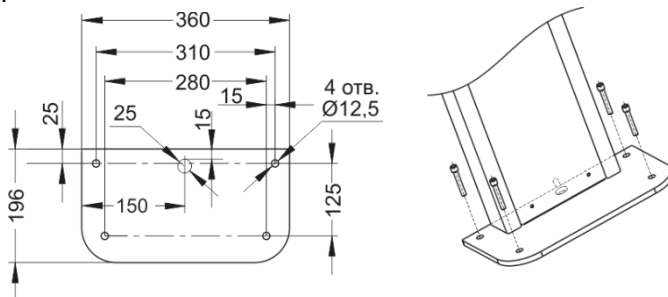

Рисунок 5. Установка турникета на основании
- Выполните разметку четырех крепежных отверстий основания турникета отверстия для подвода кабеля (если требуется) «по месту». (анкерные болты в комплект поставки не входят) см.рис.5.